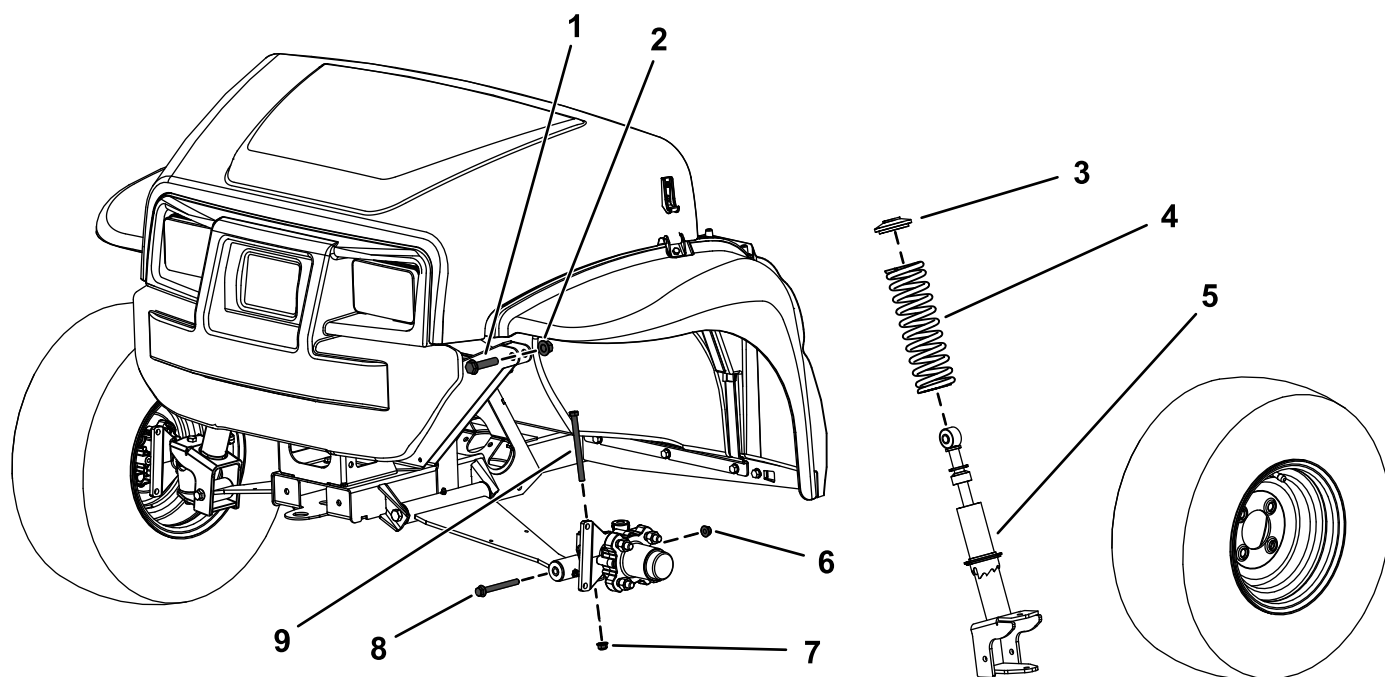

Figura 1
2. Retire el perno de cabeza hexagonal ($\frac{3}{8}$ " x $4\frac{3}{4}$ ") y la tuerca con arandela prensada ($\frac{3}{8}$ ") del eje (Figura 1).
3. Retire el perno de cabeza hexagonal ($\frac{3}{8}$ " x $3\frac{1}{2}$ ") y la tuerca con arandela prensada ($\frac{3}{8}$ ") del brazo de control (Figura 1).
4. Retire el perno de cabeza hexagonal ($\frac{1}{2}$ " x $2\frac{1}{4}$ ") y una contratuerca ($\frac{1}{2}$ ") que fijan el conjunto del montante al bastidor superior (Figura 1).
5. Retire el conjunto del montante (Figura 1).
3. Retire el muelle del conjunto del montante (Figura 1).
4. Instale el nuevo muelle sobre el conjunto del montante existente (Figura 1).
2. Sujete la parte superior del conjunto de montante al bastidor con el perno de cabeza hexagonal superior ($\frac{1}{2}$ " x $2\frac{1}{4}$ ") y una contratuerca ($\frac{1}{2}$ ") tal y como se muestra en la Figura 1.
4. Instale el perno de cabeza hexagonal ($\frac{3}{8}$ " x $4\frac{3}{4}$ ") y la tuerca con arandela prensada ($\frac{3}{8}$ ") en el eje (Figura 1).
6. Sujete la parte inferior del conjunto del montante al brazo de control con el perno de cabeza hexagonal ($\frac{3}{8}$ " x $3\frac{1}{2}$ ") y una contratuerca ($\frac{3}{8}$ ") tal y como se muestra en la Figura 1.